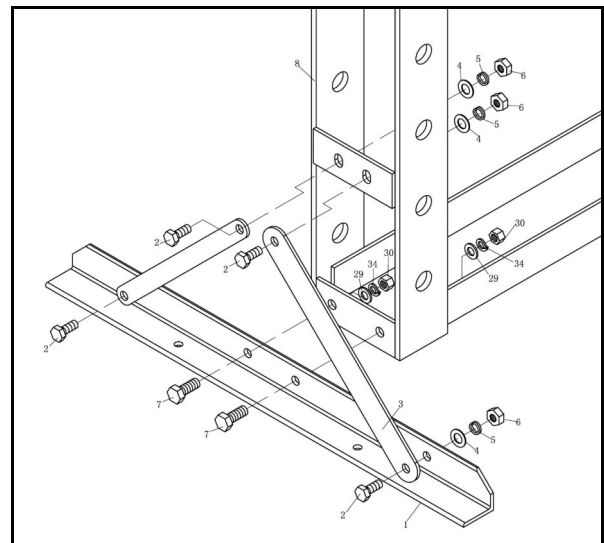

Abb. 5: Querfüße montieren
Schritt 1: Auf beiden Seiten des Rahmens den Querfuß und die zwei Querstreben mit den Schrauben, Scheiben, Federringe und Muttern am Rahmen anschrauben (siehe Abb. 5).